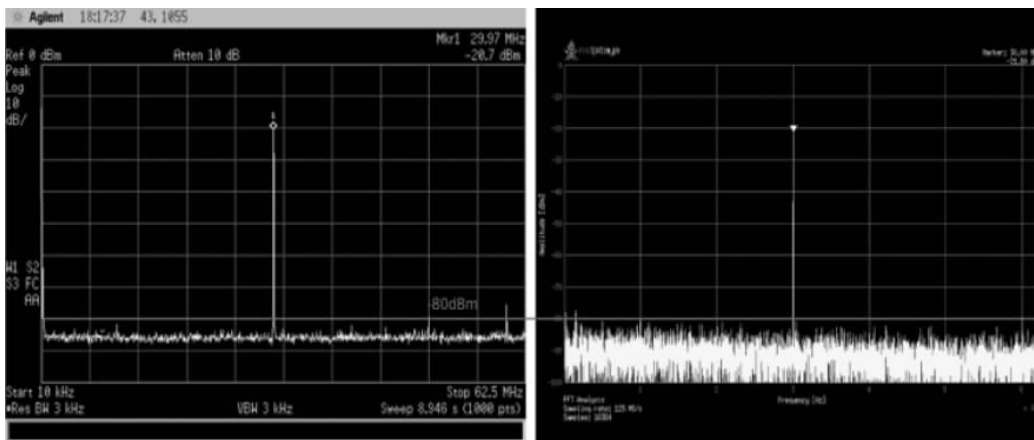

图 3-13 参考信号(-20dBm,30MHz)
(19) 参考信号：-20dBm,30MHz,如图 3-13 所示。